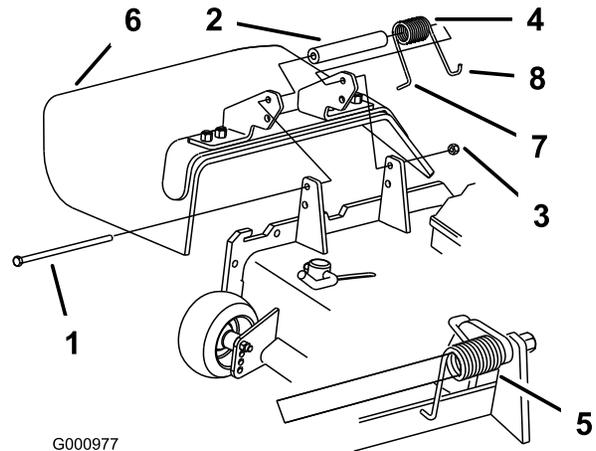

Figura 80
Nota: Asegúrese de colocar el extremo en L del muelle detrás del reborde de la plataforma antes de instalar el perno, según muestra Figura 80.
3. Instale el perno y la tuerca Coloque el extremo en J del muelle alrededor del deflector de hierba (Figura 80).
1. Retire la contratuerca, el perno, el muelle y el espaciador que sujetan el deflector a los soportes de pivote (Figura 80). Retire el deflector de hierba dañado o desgastado.